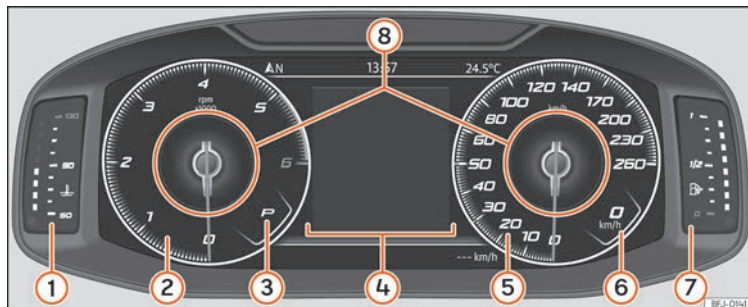

Abb. 124 SEAT Digital Cockpit in der Schalttafel (klassische Ansicht).
Die in der *Klassischen Ansicht* und in der Ansicht *Halbkreisförmige Instrumente* angezeigten Informationen können in den **Informationsprofilen** » **Abb. 124 ⑧** personalisiert werden.
Die Zeiger der Umdrehungen pro Minute und der Geschwindigkeitsmesser werden über die gesamte Länge angezeigt » **Abb. 124.**